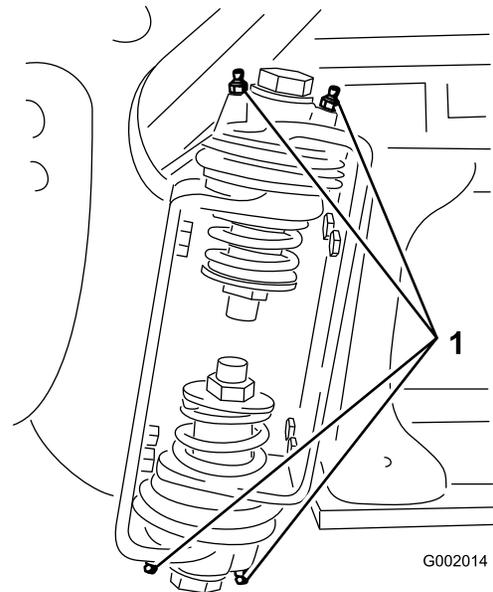

Bild 39
2. Pressen Sie Fett in die Lager oder Büchsen jedes Anschlussstückes (Bild 39).